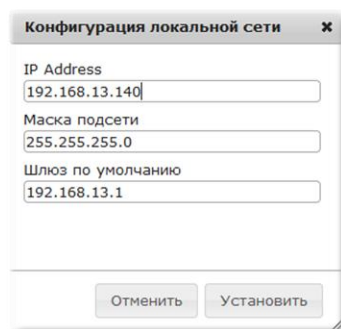

Рисунок 22 – Вид окна «Конфигурация локальной сети»
4) в отобразившемся окне «Конфигурация локальной сети» (см. Рисунок 22), задать конфигурационные настройки локальной сети, в соответствии с адресацией сети управления и нажать кнопку «Установить»;